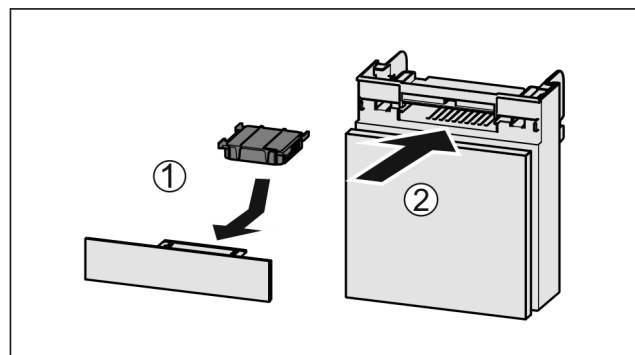

Fig. 40
- ▶ Actiefkoolfilter overeenkomstig afbeelding aanbrengen Fig. 40 (1).
- ▶ Lade erin schuiven Fig. 40 (2).